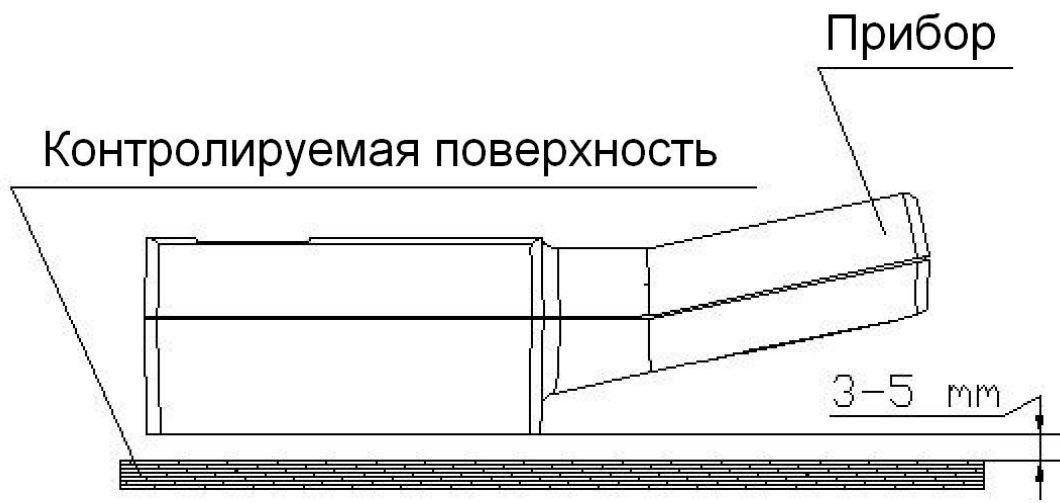

Рисунок 13
- расположить прибор на расстоянии 3-5 мм от поверхности объекта измерения (как показано на рис. 13) и через 40 с после этого зарегистрировать показания прибора с закрытым детектором N_{Σ} в част./($см^2 \cdot мин$), обусловленных фоновым гамма-излучением и гамма-излучением контролируемого предмета;